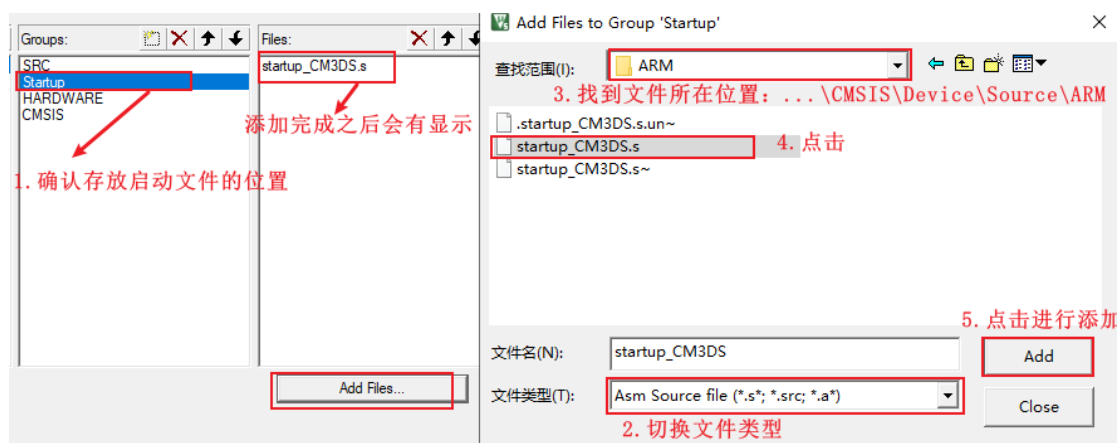

图 1.27 添加启动文件
3. 在上述界面中点击 Add Files 选择需要添加所需的文件。添加启动文件的方式如下图 1.27 所示。